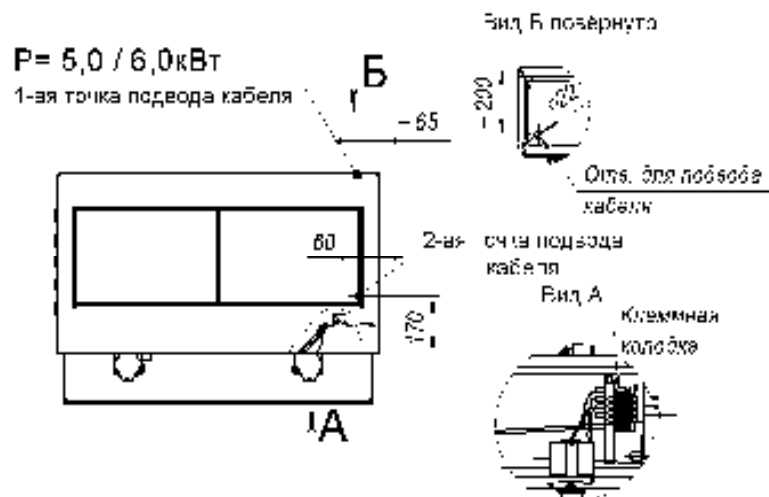

Рис.3
6.7 Рекомендуем, подвод электропитания к плите производить, скрытой в полу, трубной разводкой. Диаметр трубы – не менее 1/2" (Ø=22мм), высота от уровня пола не более 500мм (см. рис.3). Электропровода, заводимые в плиту, до блока клеммного, должны иметь термоустойчивую изоляцию, с температурой длительной эксплуатации не менее 150°C.